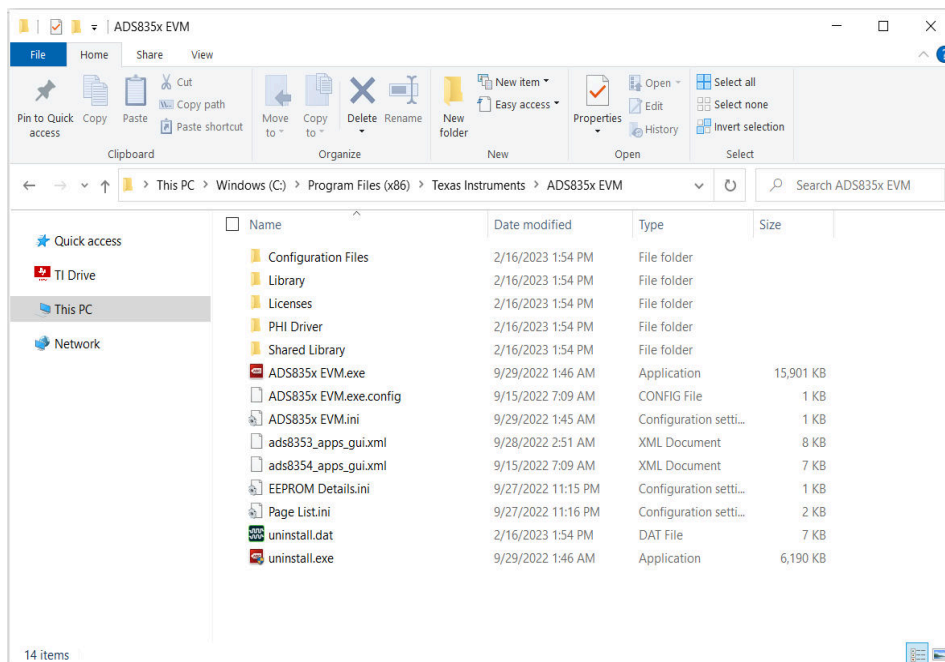

图 6-2. 启动 EVM GUI 软件
3. 从安装路径启动器件 EVM GUI 软件，如图 6-2 所示，或使用安装过程中创建的桌面快捷方式。